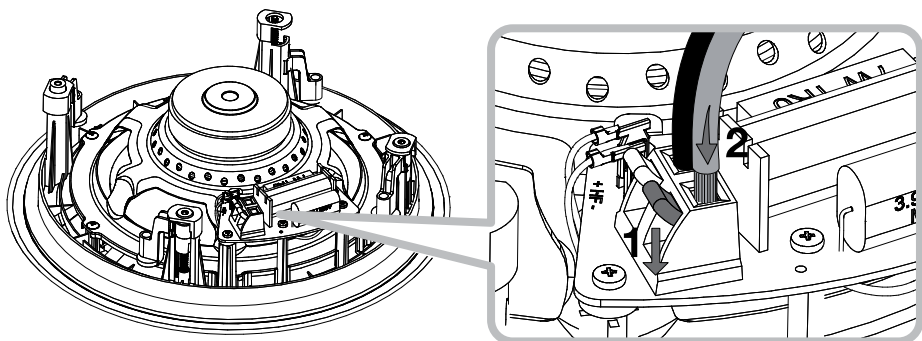

图3
4.3 现在请将扬声器接线连接到障板上的弹簧接线端。请确保扬声器接线的极性正确：连接到放大器正极的接线应与框架上的红色弹簧接线端连接。同样，连接到放大器负极的接线应与框架上的黑色弹簧接线端连接。图3说明了接线连接过程。